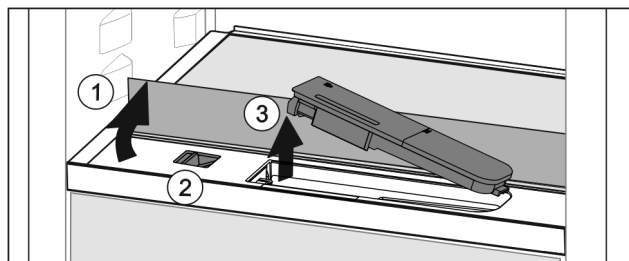

Fig. 51
- ▶ Glasplatte anheben und bis zum Anschlag nach hinten klappen Fig. 51 (1).
- ▶ Schieber Fig. 51 (2) nach links schieben.
- ▶ Wassertank entnehmen Fig. 51 (3).